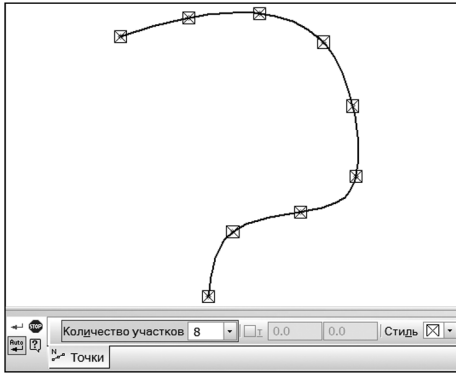

Рис. 10.2. Команда «Точки по кривой»
- Кнопка **Точки по кривой**  предназначена для построения массива равномерно расположенных на кривой (или прямой линии) точек (рис. 10.2). На панели параметров необходимо ввести целое число в поле **Количество участков** (участки между точками) и выбрать стиль отображения точек из выпадающего меню **Стиль**. После этого нужно выбрать кривую. Если будет выбрана замкнутая кривая, то дополнительно потребуется указать начальную точку в полях с координатами **Точка на кривой** для построения массива точек. Начальную точку проще выбрать в графическом окне — на геометрии кривой или рядом с ней.